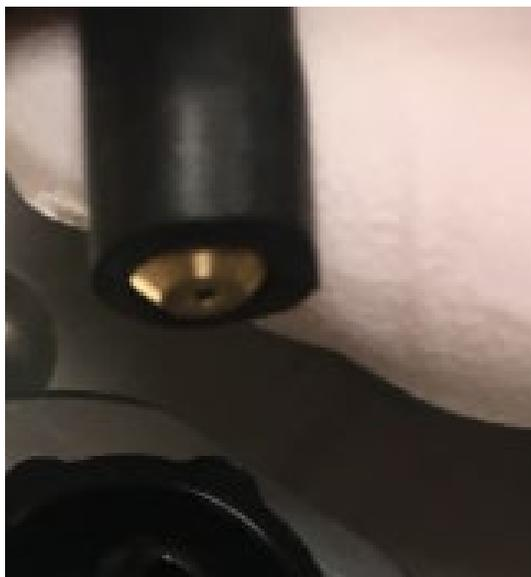

Figure 17 : douille correctement installée
- 10) Enfoncez entièrement la douille dans le tuyau. Reportez-vous à la Figure 17.